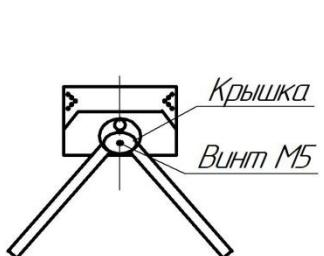
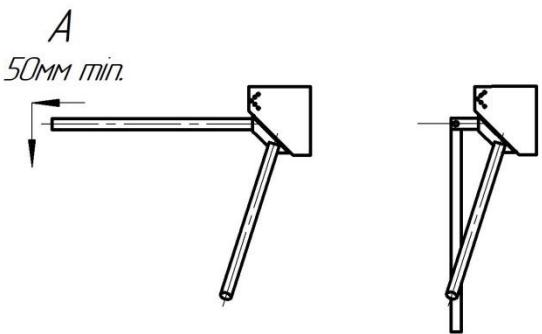

Рис. 1
рис. 2
6.4. Установите штанги. Для этого снимите крышку поворотного механизма, открутив винт M5 (рис.1). Закрепите штанги болтами M10, входящими в комплект штанг. Для перевода штанги «антипаника» в положение «проход открыт» оттяните штангу в направлении А (от турникета) на 50-80мм и поверните ее вниз (рис.2). Время открытия штанги «антипаника» составляет 1-3с. Закройте место крепления штанг крышкой.